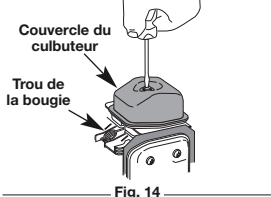

Fig. 14
- Nettoyez la poussière de la zone qui entoure le couvercle du culbuteur. Retirez la vis qui maintient le couvercle du culbuteur avec un large tournevis plat ou un tournevis Torx T-25 (Fig. 14). Retirez le couvercle du culbuteur et le joint.
- Le piston est au sommet de sa course en inspectant le trou de la bougie (Fig. 14).